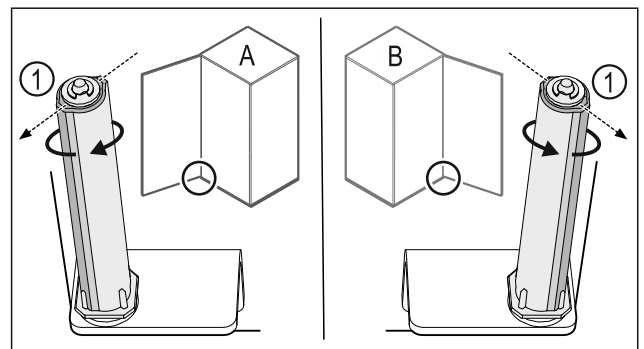

Fig. 41 Venstre stopp (A) / høyre stopp (B)
- ▶ Drei låsesystemet mot motstanden, helt til låsesystemets stang Fig. 41 (1) peker utover.